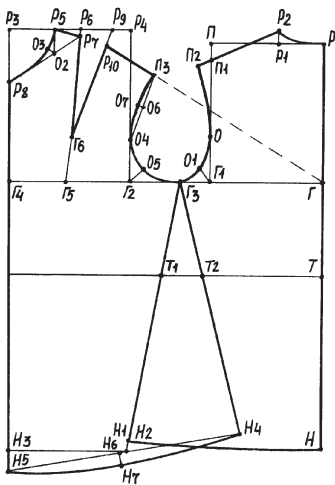

Рис. 160. Чертеж выкройки перед спинки и платья
*Спинка.* Прежде всего постройте прямой угол с вершиной в точке Р (рис. 160).